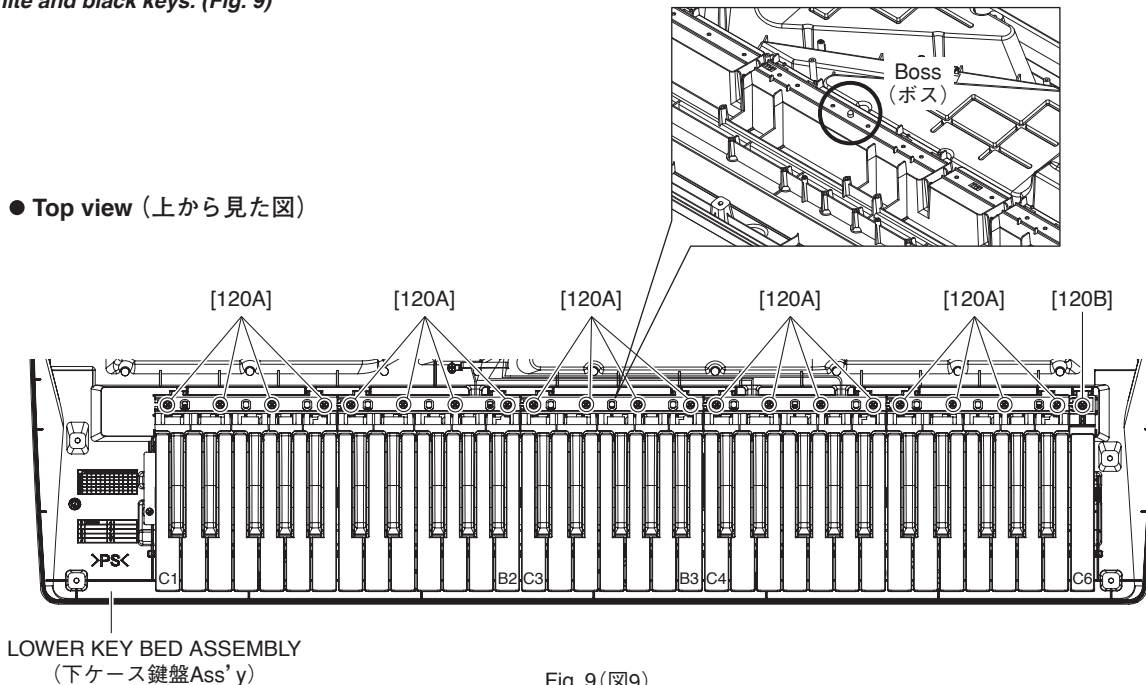

Fig. 9 (図9)
18-2-1. White and black keys for one octave unit are integrated as a set. There are five sets in total. Only the C6 white key, unlike the other keys, is not integrated in a set. (Fig. 9)
18-2-2. To remove a set, remove the four (4) each screws marked [120A]. The white and black keys in the set can then be removed. (Fig. 9)
18-2-3. To remove the white key C6, remove the screw marked [120B], unhook as described in Procedure 18-2-2, and pull out toward you. (Fig. 9)
* **When all white and black keys were removed, first attach the white and black keys C3 ~ B3 aligning them with the boss, and then attach the remaining white and black keys. (Fig. 9)**
18-2-1. 白鍵、黒鍵は、左側から 1 オクターブ単位のセットになっていて、全部で 5 セットあります。C6 鍵は白鍵 1 個のみです。(図 9)
18-2-2.1 オクターブ単位のセットは、[120A] のネジ 4 本を外してそれぞれ 1 セット分の白鍵・黒鍵を外します。(図 9)
18-2-3. C6 の白鍵は [120B] のネジ 1 本を外して、18-2-2 項のようにフックを外して手前に引きながら外します。(図 9)
※ すべての白鍵・黒鍵を外した場合の組み立ては、最初に C3 ~ B3 の白鍵・黒鍵をボスに合わせて組み付けてから、他の白鍵・黒鍵を組み付けてください。(図 9)
(See Fig. 9 and Procedure 18-2.)
18-3-1. 外そうとする接点ゴムに対応した白鍵・黒鍵を外します。(図9、18-2項参照)
(図9、18-2項参照)